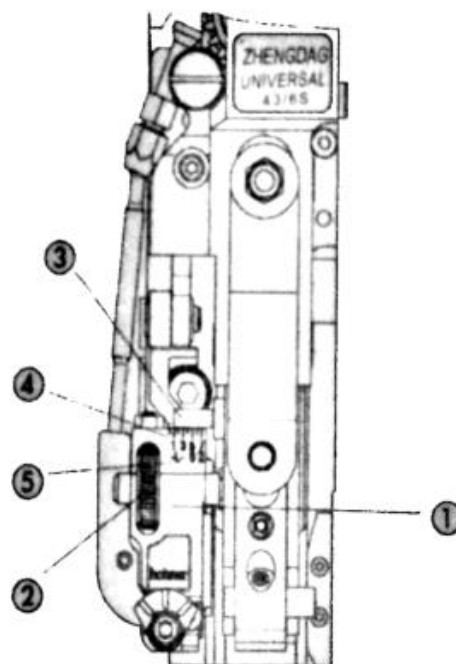

Рис. 9
- Регулировка длины ножки скобы (Рис. 9)